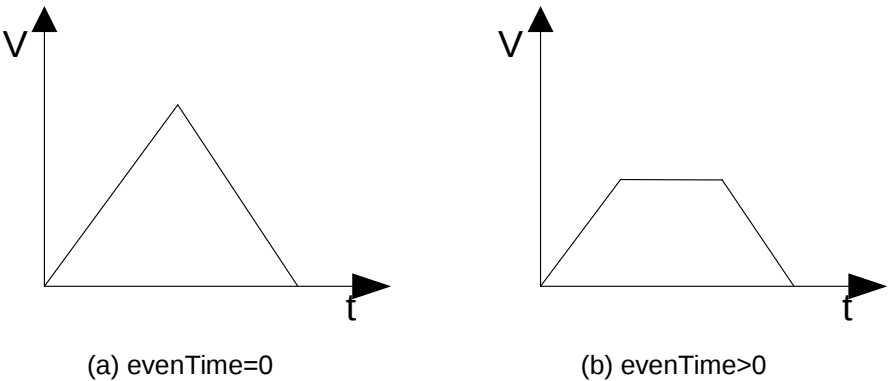

图 7-11 不同 evenTime 下的速度曲线
- **evenTime:** 每个插补段的最小匀速时间。当用户设置的插补段比较短时，而该插补段的目标速度又设置的比较大，则会造成合成速度的曲线如图 7-11 (a)所示，只有加速段和减速段，形成一个速度尖角，加速度在尖角处瞬间由正值变为了负值，造成较大的冲击；设置了 **evenTime** 之后，可以减小目标速度，使速度曲线如图 7-11 (b)所示，减小了加速度突变的冲击。